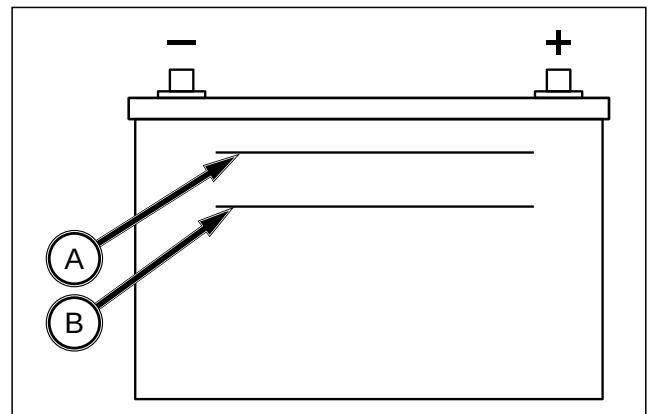

FIG. 106
FIG. 106 : Il faut contrôler l'électrolyte de la batterie. Assurez-vous que le niveau d'électrolyte se situe entre le repère supérieur (A) et le repère inférieur (B). Si le niveau est en dessous du repère inférieur, ajoutez de l'eau distillée.